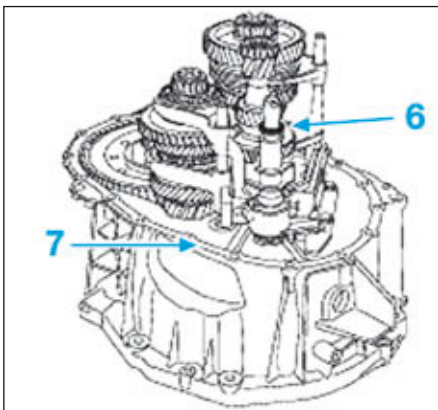

FIG.12
- Vérifier la présence de la rondelle de calage (6) (Fig.12).
- Mettre un cordon de pâte d'étanchéité sur le plan joint de carter de mécanisme (7).